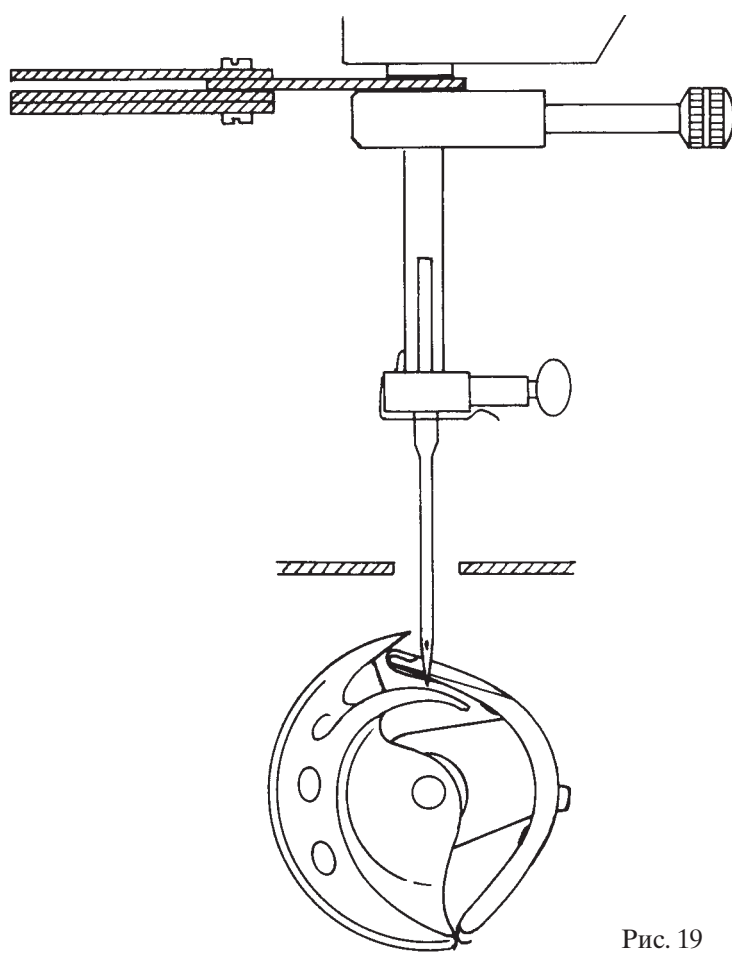

Рис. 19
- Вращением махового колеса переведите стержень игловодителя в крайнее нижнее положение (рис. 19).